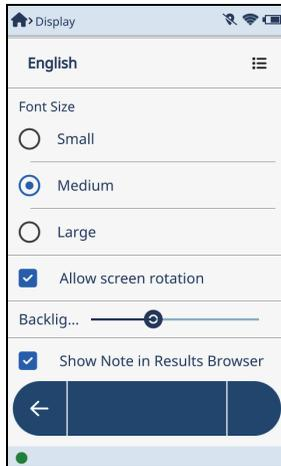

图 4-15 显示屏幕
1. 点击**菜单托盘**中的**Display**（显示）按钮（），打开**Display**（显示）屏幕（参见第124页的图 4-15）。